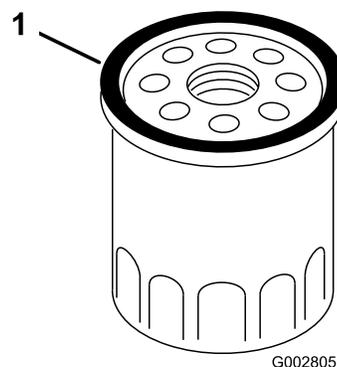

Figura 28
4. Usando el dedo, unte la junta del filtro nuevo con aceite (Figura 28).